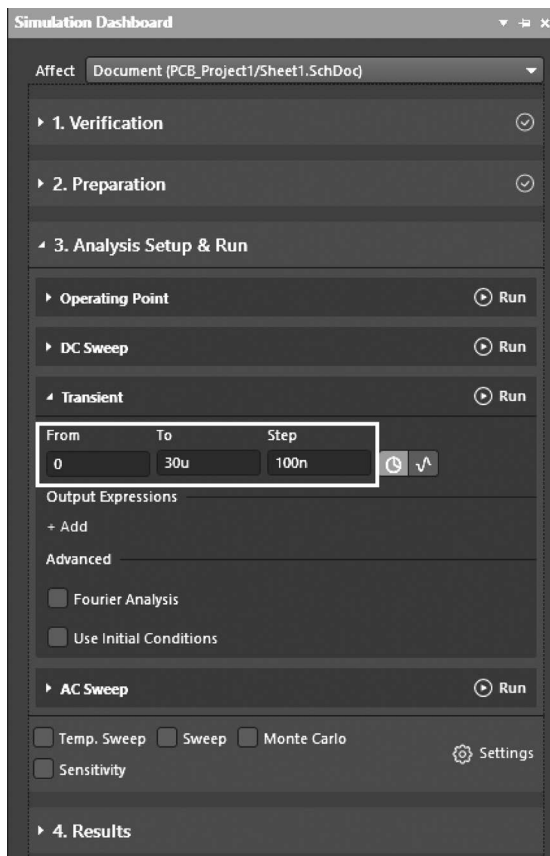

图 3-22 设置瞬态分析参数
- (1) 在 AD 软件主界面菜单下选择 Simulate→Simulation Dashboard 命令。
- (2) 打开如图 3-22 所示的 Simulation Dashboard 界面,按下面参数设置: